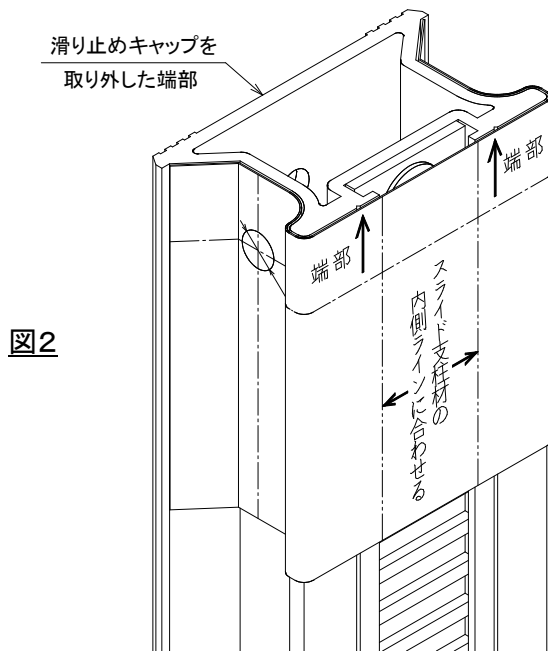

図2
- ① 添付の穴あけシール 1 枚を台紙からはがしてください。
- ② 滑り止めキャップを取り外したスライド支柱端部に図2のように貼り付けます。